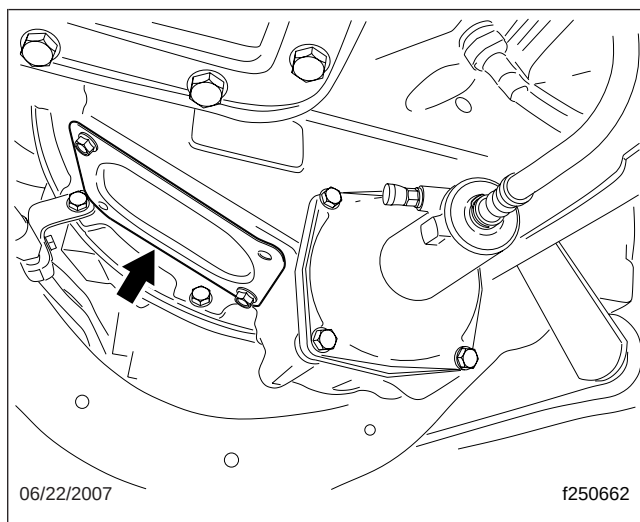

Fig. 1, Plaque de visite de l'embrayage
2. Retirez la plaque de visite de l'embrayage pour pouvoir voir la butée de débrayage pendant que vous la lubrifiez. Voir la **figure 1**.